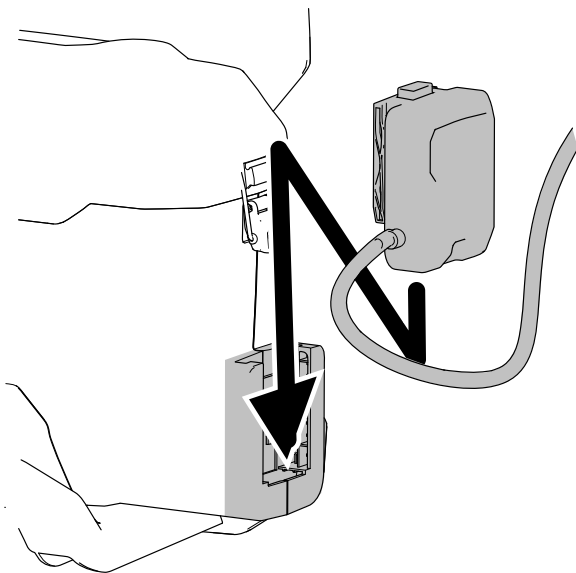

Figura 4
1. Allineate il connettore dello zaino allo zaino e fatelo scorrere all'interno dello zaino fino a quando non si blocca nel fermo (Figura 4).